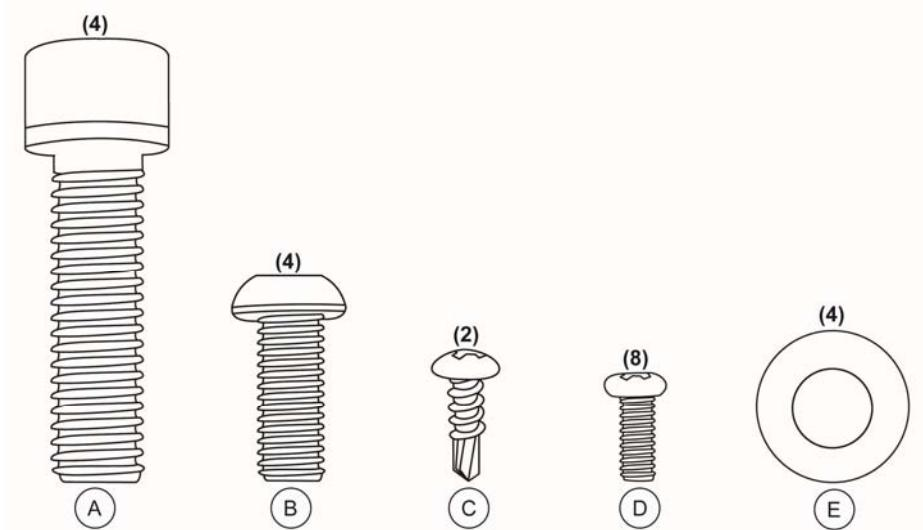

Figure 1
- (2) Couverts pour Support de l'Écran (Avant et Arrière)
- Matériaux pour assemblage (voir Figure 1 à la page 9)
4. Positionnez la rampe centrale par dessus les supports de la rampe droite à gauche sur la plateforme. Attachez la rampe à la plateforme en utilisant les (4) vis M8 1.25 x 3/8 (b) et les (4) rondelles M8 (E). Utilisez la clé Allen 5mm pour serrer les vis. Ne pas trop serrer (voir Figures 1,2 et 4 aux pages 9 & 10).
5. Attachez doucement les rampes de gauche et droite à la rampe centrale en utilisant les (4) vis M10 1.5 x 1 ½ (A). Utilisez une clé Allen 8mm pour serrer les vis (voir Figures 1 et 2 à la page 9).
13. Alignez les quatre trous de montage à l'arrière du montage de l'écran avec les quatre trous de montage dans le support de l'écran. Attachez le montage de l'écran sur le support de métal de l'écran en utilisant les (4) vis à tête Phillips M4 (D). Utilisez un tournevis à tête Phillips pour serrer les vis (voir Figures 1 et 5 aux pages 9 & 10).
14. Placez les vis du couvert du support du pivot par dessus les vis du pivot. Attachez les couverts à l'arrière du montage de l'écran en utilisant les (4) vis à tête Phillips M4 (D). Utilisez un tournevis à tête Phillips pour serrer les vis (voir Figures 1 et 5 aux pages 9 & 10).
15. Attachez le socle de l'adaptateur au rail central en utilisant les (2) vis à feuilles de métal #8 x $\frac{1}{2}$ (C). Utilisez un tournevis à tête Phillips pour serrer les vis (voir Figures 1 et 2 à la page 9).